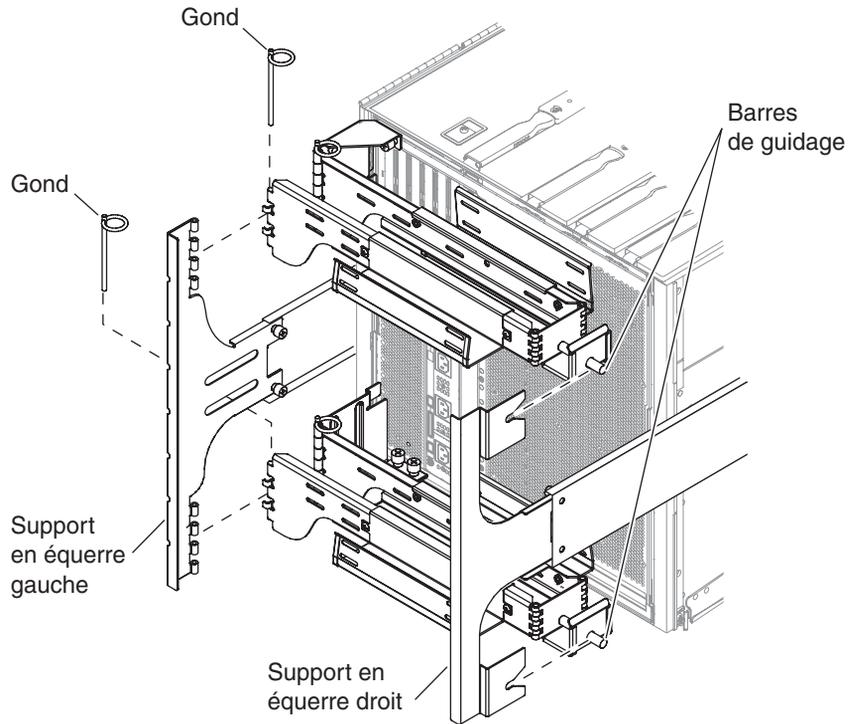

FIGURE 1-25 Fixation des bras CMA supérieur et inférieur au support en équerre
- Fixez le bras CMA supérieur au support en équerre gauche au moyen d'un seul gond (FIGURE 1-25).
- Fixez le bras CMA inférieur au support en équerre gauche au moyen d'un seul gond (FIGURE 1-25).